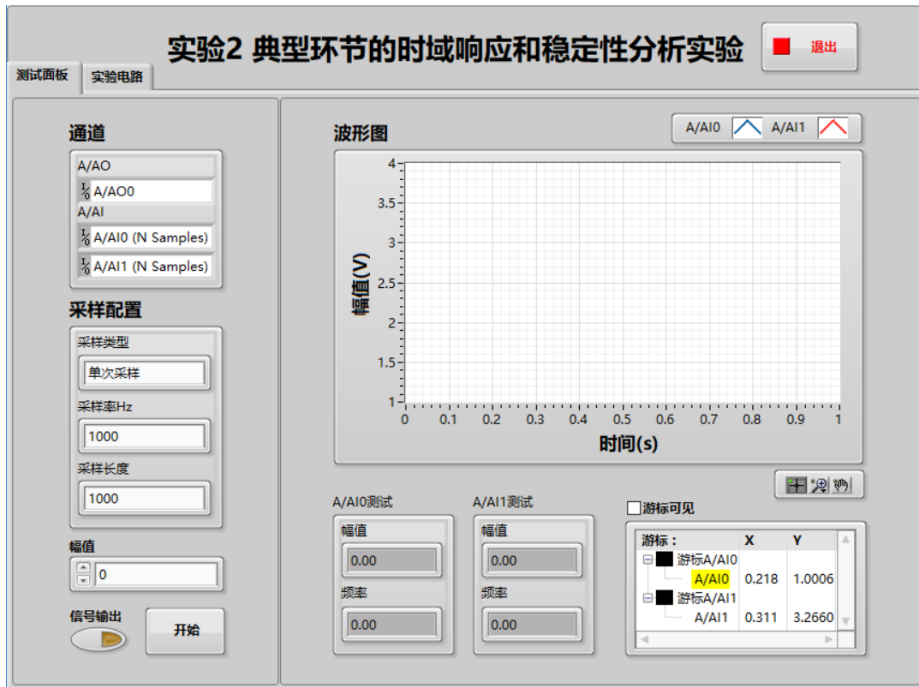

图 3-10 程序运行界面
- 双击打开 Main.vi，并单击程序运行按钮，程序运行界面如图 3-10 所示：